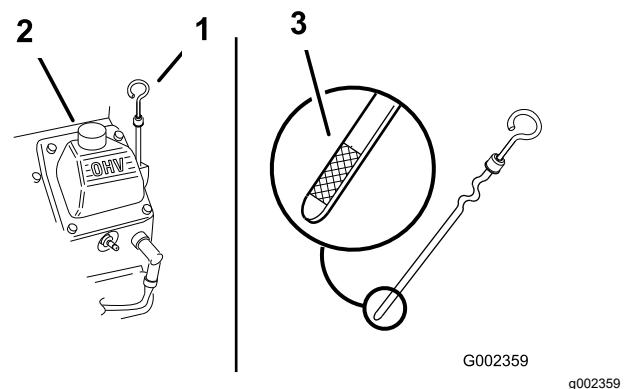

Figure 44
3. Retirez la jauge, essuyez-la sur un chiffon et remettez-la en place en prenant soin de l'enfoncer au maximum (Figure 44).
Le niveau d'huile doit se situer entre les repères maximum (« F ») et minimum (« L ») sur la jauge (Figure 44).
5. Si le niveau est en dessous du repère minimum, enlevez le bouchon du tube de remplissage (Figure 44) et faites l'appoint d'huile spécifiée jusqu'à ce que le niveau atteigne le repère maximum sur la jauge.
2. Nettoyez la surface autour de la jauge d'huile (Figure 44) pour éviter que des impuretés tombent dans l'orifice de remplissage et endommagent le moteur.